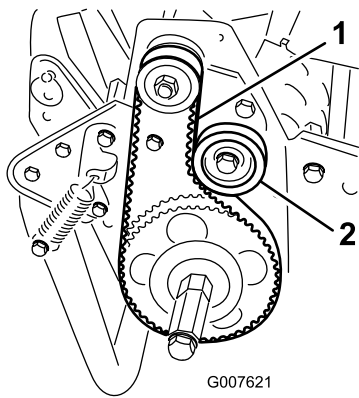

Bild 44
2. Prüfen Sie die Spannung. Bringen Sie hierfür eine Kraft von 18-22 N in der Mitte des Riemen zwischen den Riemenscheiben (Bild 44) an.
A. Losen Sie die Befestigungsmutter der Spannscheibe und drehen Sie die Spannscheibe nach rechts gegen die R­ckseite des Riemen­s, bis Sie die gew­nschte Riemen­spannung erzielt haben (**Bild 44**).